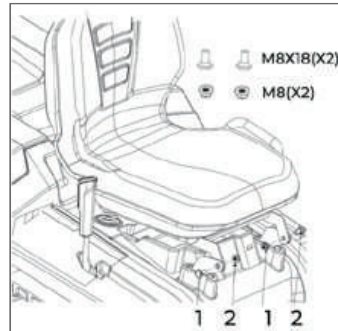

Рис. 4
### 6.3 Установка сиденья (рис. 4)
- Используйте болт (рис. 4, поз. 1) и гайку (рис. 4, поз. 2), чтобы зафиксировать сиденье на машине (используйте шестигранный ключ из комплектующих инструментов).